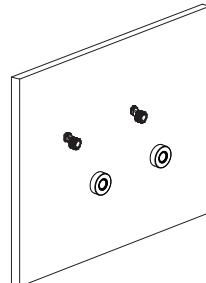

Figura 3
- d) Atornille las tapas decorativas 10 en la pared (Figura 3).